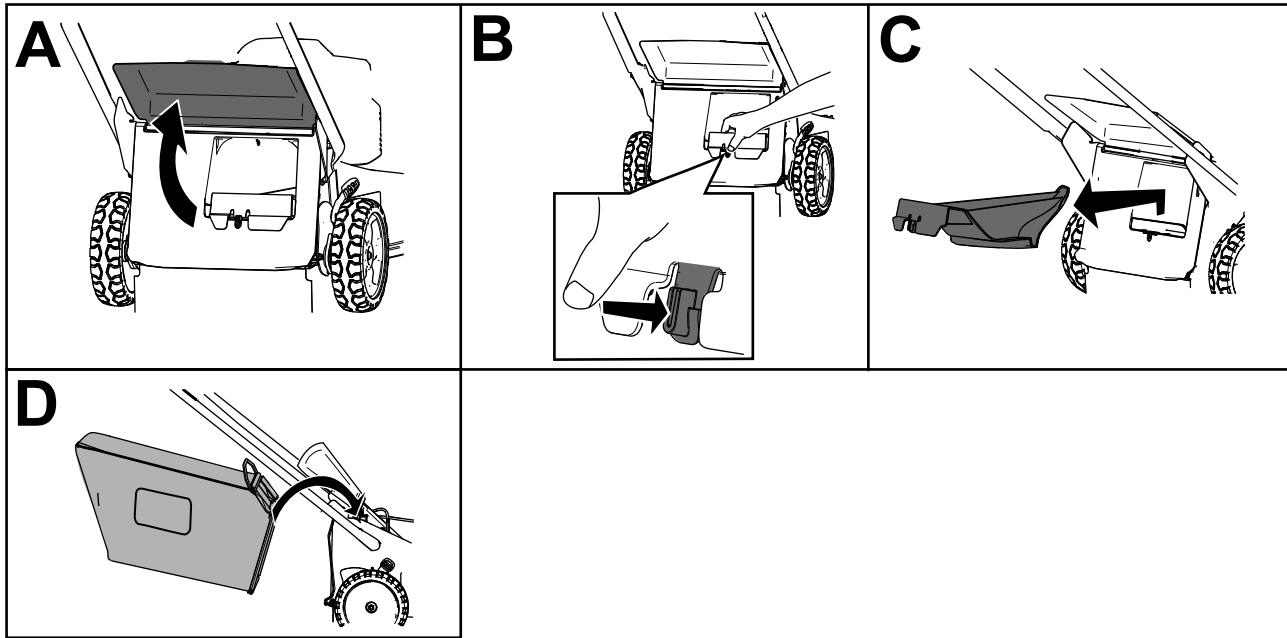

Figura 16
2. Levante y sujeté el deflector trasero (Figura 16, A).
3. Retire el tapón de descarga trasera presionando el enganche hacia dentro con el dedo pulgar y extrayendo el tapón de la máquina (Figura 16, B y C).
4. Inserte los extremos de la varilla de la bolsa en las muescas de la base del manillar, y mueva la bolsa hacia adelante y hacia atrás para verificar que los extremos de la varilla están asentados en el fondo de cada muesca (Figura 16, D).
3. Retire la varilla de la bolsa de recogida de las muescas de la base del manillar (Figura 16, A).
4. Instale el tapón de descarga (Figura 16, B).
5. Baje el deflector trasero (Figura 16, C).